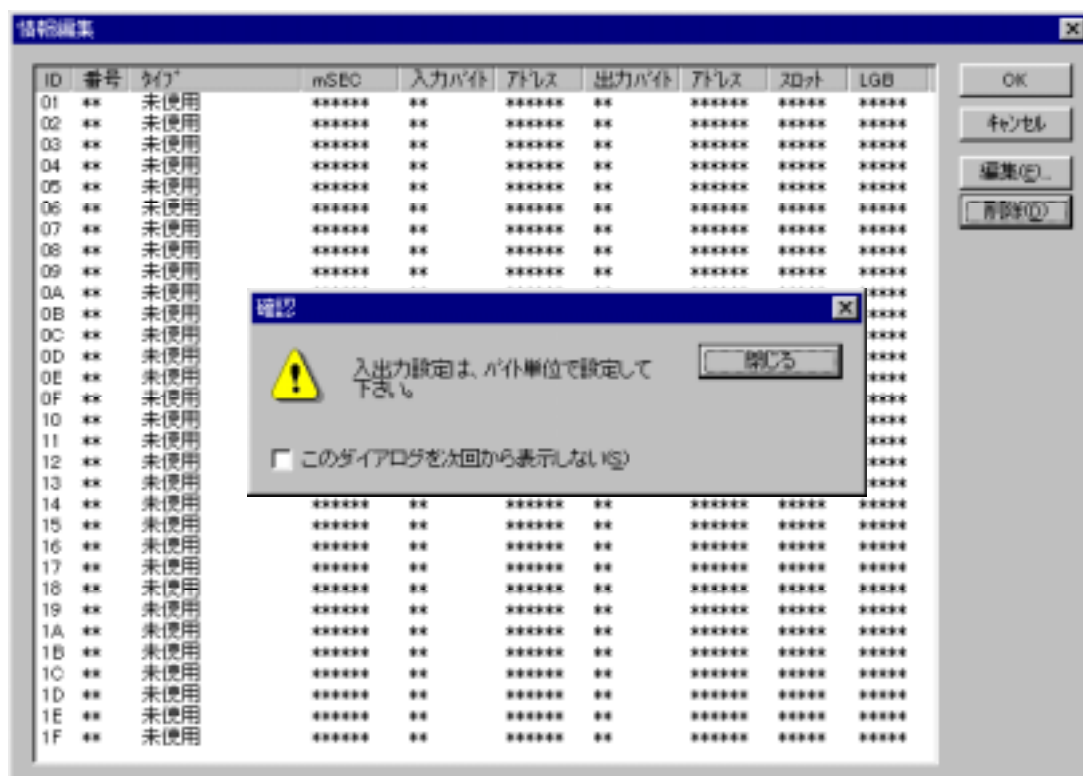

図3-4 [確認]画面と[情報編集]画面
- (1) [編集]画面から、**NET1情報編集** ボタンをクリックします。
- (2) [情報編集]画面が表示されます。[確認]画面は、[情報編集]画面の上に重なって表示されます(図3-4参照)。[確認]画面の「このダイアログを次回から表示しない」のチェックボックスにチェックマークを付けると、次回からこの画面は表示されません。ただし、J.NETを再度立ち上げると、[確認]画面が表示されます。